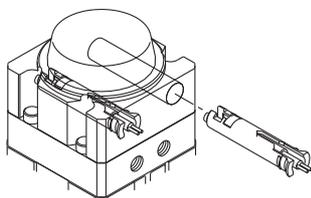

Figura 1
- Coloque el alojamiento del detector, con un detector acoplado firmemente en el orificio, en la dirección que se indica en la Figura 1.